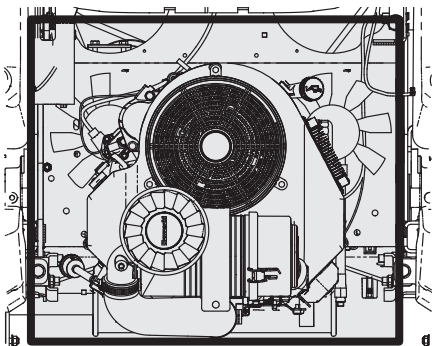

Figure 28
- Nettoyez le collecteur d'échappement, les fusibles, tous les câbles et faisceaux, le tuyau du silencieux, le bouclier du silencieux, les grilles d'admission du moteur et les ailettes de refroidissement, etc. (Figure 28).